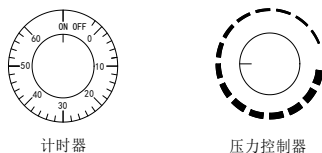

图 4.3
- 1、调节计时器，定时旋钮指示线对准“ON”。如图 4.3 所示。
- 2、调节压力控制器，旋钮指示线对准刻度线中间位置。如图 4.3 所示。